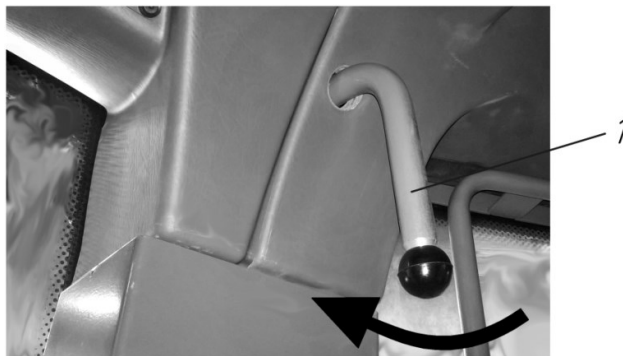

Рисунок 3.33. Разблокировка фиксатора двери
В полностью открытом положении двери кабины оператора фиксируется блокиратором двери, см. рис. 3.33.
- ▶ Повернуть рычаг 1, рис. 3.33 в направлении стрелки.